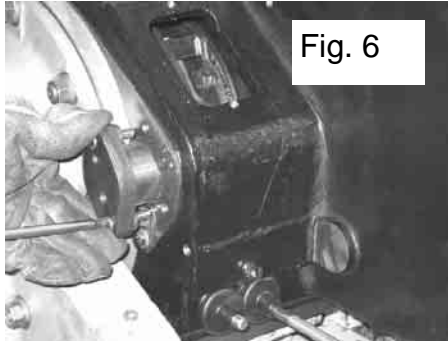

Fig. 6
- la première est d'envoyer l'huile sous pression graduellement (de 0 à 30 bars) aux cylindres qui commandent le débrayage. (La lettre W indique la séquence de montage des vérins et, dans la fig. 6, on peut voir le point de la machine dans lequel ils sont montés et leur raccordement hydraulique).